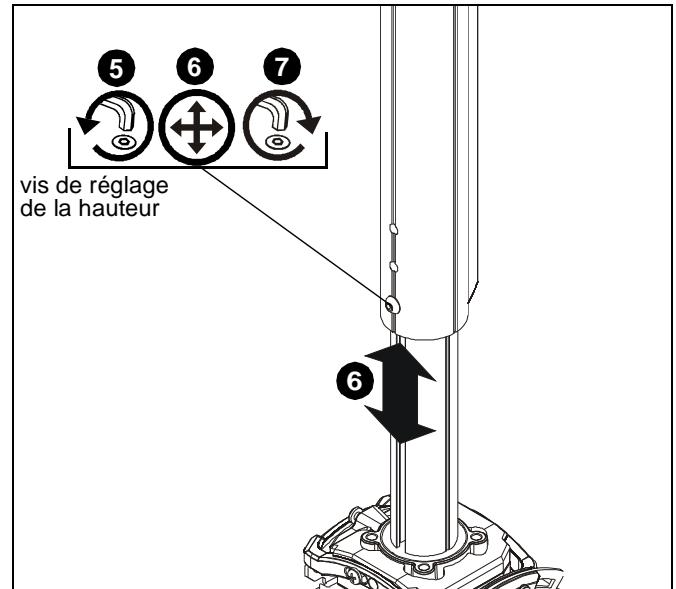

Figure 2
5. Desserrez la vis de réglage de la hauteur. (See Figure 2)
6. Tout en supportant le poids du système de montage pour projecteur, réglez-le à la hauteur voulue. (See Figure 2)
7. Resserrez la vis de réglage de la hauteur. (See Figure 2)